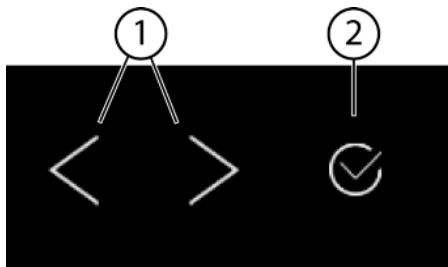
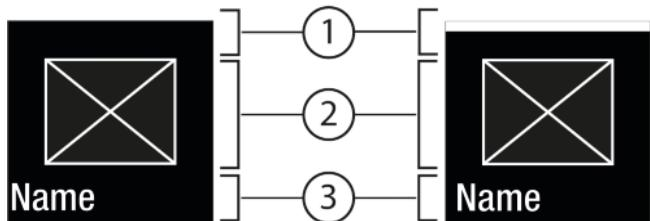
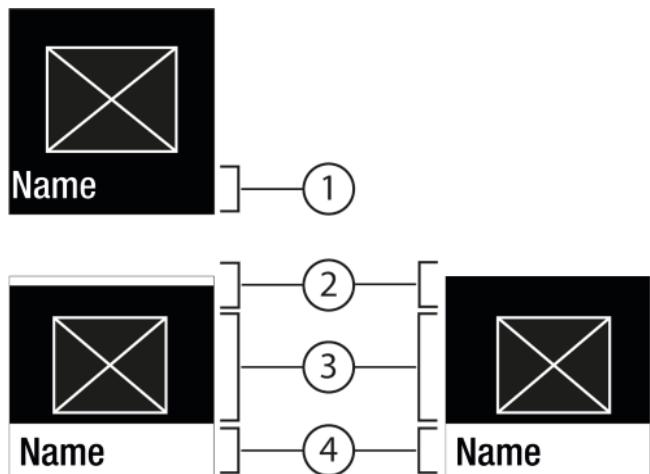

Fig. 5
Fig. 6
Fig. 7
(1) Стрелка за навигация ляво / дясно (2) Потвърждаване ляво / дясно
#### Стрелка за навигация ляво / дясно Fig. 5 (1):
#### Потвърждаване Fig. 5 (2):
- Навигиране със стрелка за навигация ляво / дясно Fig. 5 (1).
- С Потвърждаване Fig. 5 (2) функцията / настройката се активира Fig. 6 (1) / деактивира Fig. 6 (1).
- С Потвърждаване Fig. 5 (2) се извиква подменюто Fig. 7 (4).
- Настройване на нова стойност: С Потвърждаване Fig. 5 (2) изберете деактивирана стойност Fig. 6 (1).
- Обратно в менюто: С Потвърждаване Fig. 5 (2) изберете вече активираната стойност Fig. 6 (2).
- Натискайте стрелките за навигация Fig. 5 (1) дотогава, докато се покаже функцията .
- Натиснете Потвърждаване Fig. 5 (2).
- ▶ Натискайте стрелките за навигация Fig. 5 (1) дотогава, докато се покаже функцията.
- ▶ Натиснете Потвърждаване Fig. 5 (2).
- ▶ Със стрелките за навигация Fig. 5 (1) изберете стойността за настройка.
- ▷ Състояние: активирано Fig. 6 (1) се появява за кратко в подменюто Fig. 7 (4).
- ▶ Натискайте стрелките за навигация Fig. 5 (1) дотогава, докато се покаже Настройки .
- ▶ Натискайте стрелките за навигация Fig. 5 (1) дотогава, докато се покаже желаната настройка.
- ▶ Натиснете Потвърждаване Fig. 5 (2) в продължение на 3 секунди.